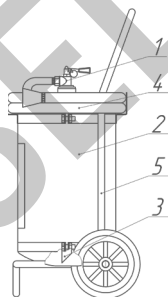

Рис.2
4.1 Конструкция огнетушителей на рис. 2. Огнетушитель состоит из корпуса 2, в горловину которого ввернуто ЗПУ 1 с сифонной трубкой 3. К выходному отверстию ЗПУ огнетушителя подсоединяется гибкий шланг 4.